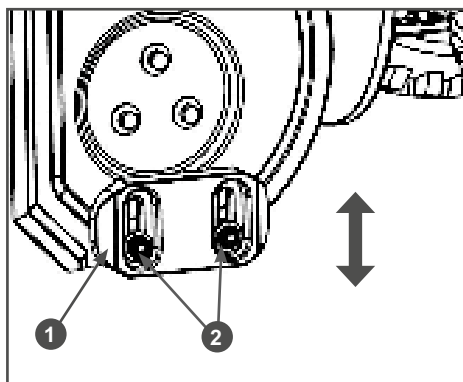

Рис. 13
2. Открутите гайки 2 крепления ползков 1 на 1-2 оборота и установите башмак на необходимую высоту (Рис. 13). Снова затяните гайки.